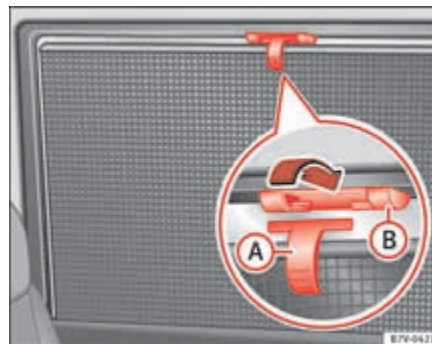

Fig. 70 En la ventanilla trasera derecha: cortinilla.
- Tire de la cortinilla por el asa saliente ⇒ página 127, fig. 70 **(A)** completamente hacia arriba.